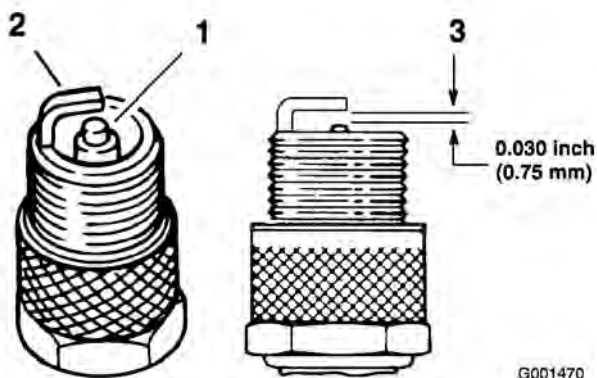

Figure 36
1. Examinez le centre des bougies (Figure 36). Si le bec de l'isolateur est recouvert d'un léger dépôt gris ou brun, le moteur fonctionne correctement. S'il est couvert d'un dépôt noir, c'est généralement signe que le filtre à air est encrassé.
3. Contrôlez l'écartement entre l'électrode centrale et l'électrode latérale (Figure 36). Courbez l'électrode latérale (Figure 36) si l'écartement est incorrect.